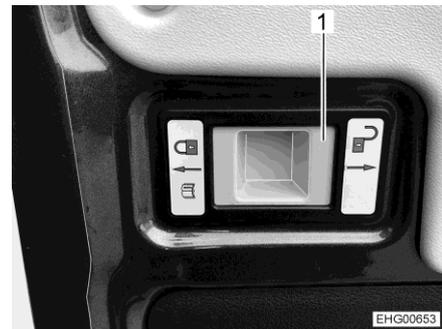

Bild 15 Griff zum Lösen der Begrenzung
- Griff (Bild 15,1) nach rechts drücken (Symbol "geöffnetes Schloss"), Hecktür festhalten und vorsichtig weiter öffnen.
Dazu den Griff (Bild 15,1) nach links drücken (Symbol "verriegeltes Schloss").